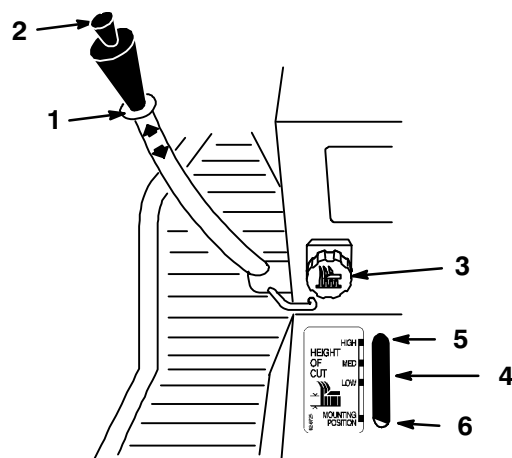

Figure 11
Ce mécanisme (Fig. 11) permet de relever et d'abaisser les accessoires.
Ce sélecteur (Fig. 11) permet de limiter la course descendante de l'accessoire. Tournez le bouton pour changer la position de la butée, vers le haut ou le bas.
1. Poussez le levier de commande de l'accessoire vers le haut (voir Relevage des accessoires). Quand l'accessoire est relevé, il est possible de tourner le bouton sélecteur de hauteur (Fig. 11) pour changer l'emplacement de la butée. Tournez le bouton vers la droite pour augmenter la hauteur de l'accessoire et vers la gauche pour la diminuer.
2. L'indicateur de hauteur de l'accessoire (Fig. 11) montre les différents réglages de hauteur de l'accessoire, du plus haut au plus bas, à mesure qu'ils sont effectués.